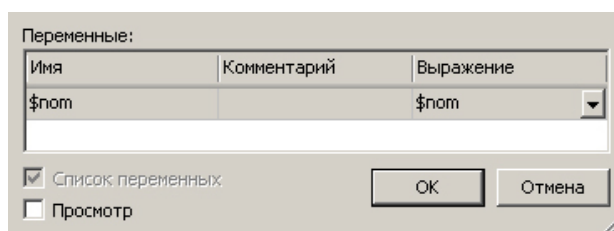

Рисунок 16 – Окно задание переменной
- В процессе сборки в окне переменные каждого элемента сборочной модели в поле выражение переменной **nom** вместо значения из списка поместить переменную (из редактора переменных Сборочной модели) **nom** (рисунок 16)